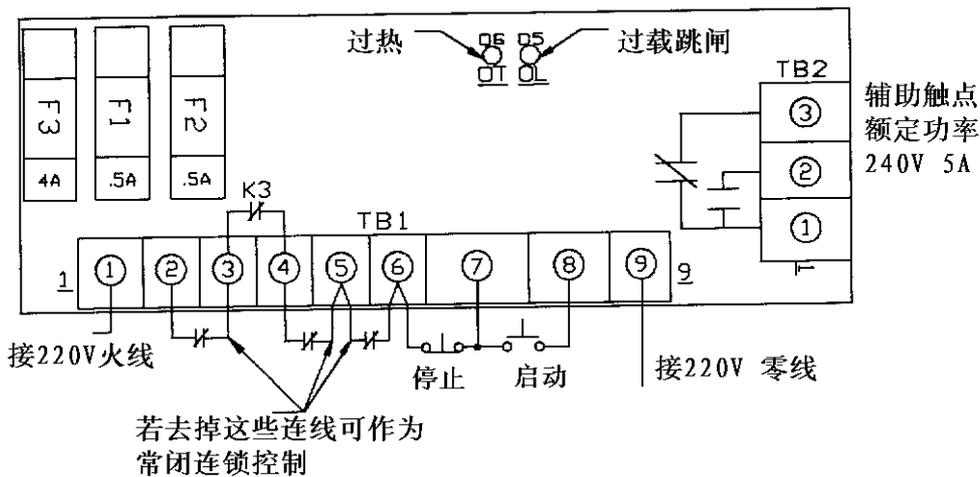

图4 TCB2000 控制电路板
3. K3 继电器在控制板上是一个常闭触点，当过热或过载时打开（见图 4）。
若用一个非人工操作的继电器常开触点接在 T B 1 的 6 和 8 之间以代替上述三线连接中 6 到 8 之间的启动，停止按钮（见图 5）则可以对其控制装置进行遥控或与其它自动控制设备配套进行连锁自动控制，当用人工启动停止控制时必须将过载继电器设置在手动位置上（M 位置）。这样可以防止当由于温度升高时自动停机后，当装置稍冷却后又自动启动。（参看图 4 关于 220 伏的接线和连锁控制）。
外联锁可以连接 T B 1 上的接点 2、3 或 4、5 以及 5、6（参照图 4）所有联锁触点都应是常闭触点才能正常工作。当停止软启动器或防止软启动器启动时才将这些接点断开。
控制板 T B 2 上有辅助 C 式触点（常开、常闭和一个与其相连的公共接点见图 4）。这些触点的额定功率是 240 伏，5 安培，最大功率是 1200 瓦。当有启动停止指令时控制板上的辅助触点改变状态，当停止指令或故障状态发生时（过热、过载），触点恢复到设定的状态。辅助触点须外接保险丝。